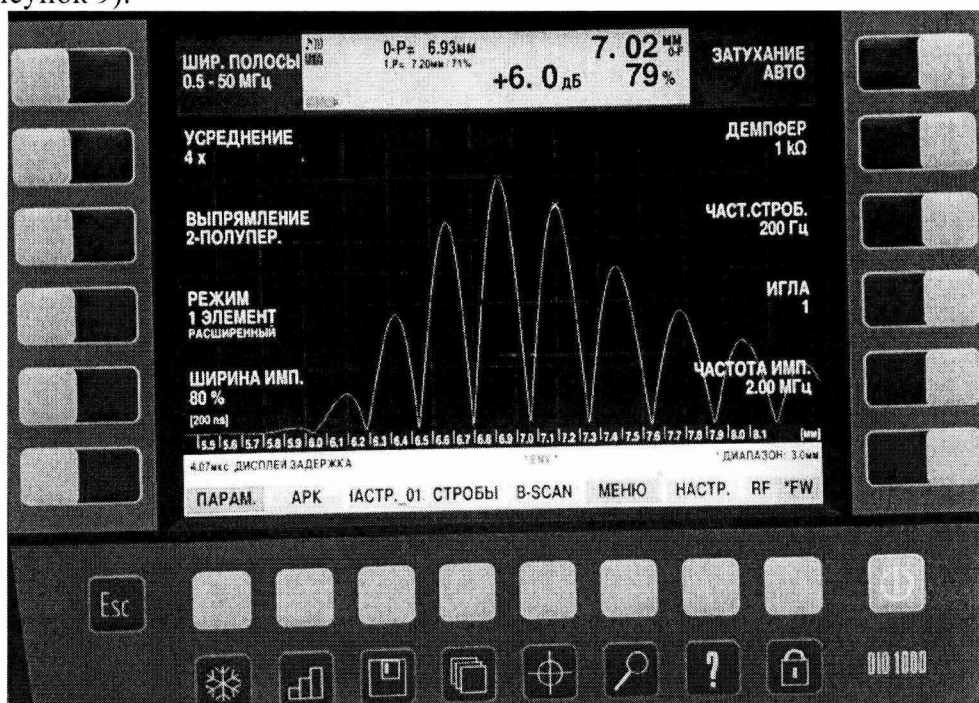

Рисунок 9.
7.3.3.2. Установить на дефектоскопе следующие параметры, при зеленом цвете надписи «ПАРАМ» (рисунок 9).